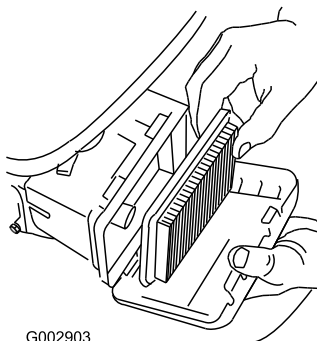

Figure 43
3. Retirez le filtre à air (Figure 43).